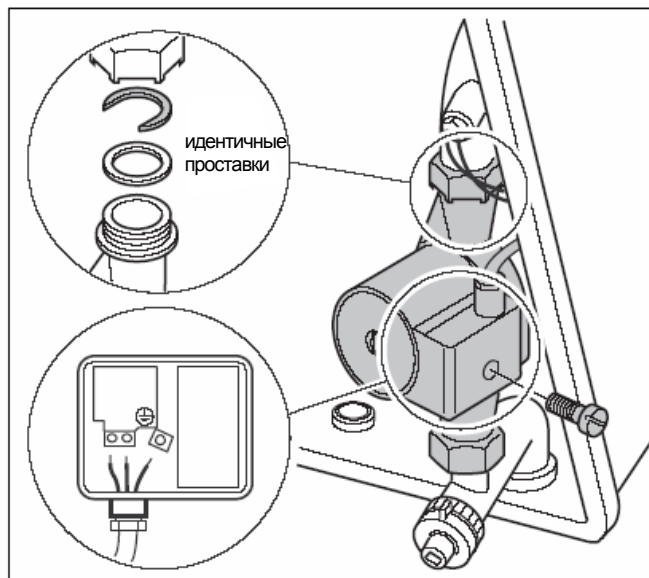

Рис. 19 Замена насоса рециркуляции
- Установите новый насос и подключите к системе. При этом убедитесь в том, что проставка теплообменника (рис. 19) вставлена правильно.